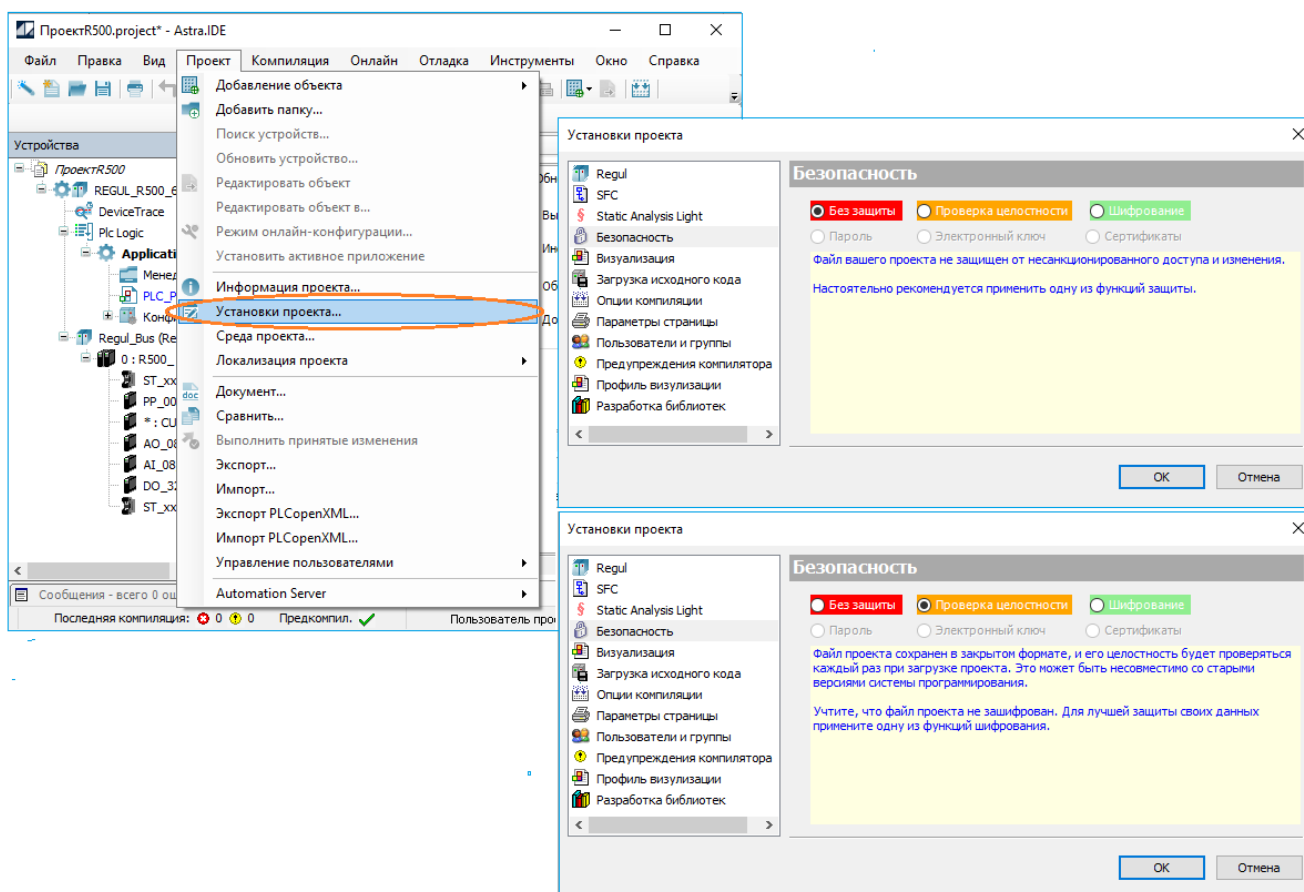

Рисунок 271 – Диалоговое окно установки защиты файл проекта
1. Выберите в основном меню команду **Проект (Project)** ⇒ **Установки проекта (Project Settings)**...В появившемся окне **Установки проекта** выберите категорию **Безопасность (Security)** (Рисунок 271).